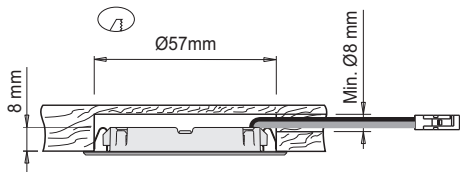

Fig 1
- To flush mount the device, bore a  $\varnothing$  57mm hole 8mm deep on the installation surface and then, if necessary, bore a  $\varnothing$  8mm exit hole for the power supply cable as illustrated in figure 1.
- Für den Einbau der Leuchte eine Bohrung mit  $\varnothing$  57 mm und einer Tiefe von 8 mm auf der Montagefläche ausführen und ggf. für den Austritt des Netzkabels eine Bohrung mit  $\varnothing$  8 mm ausbilden (Abb. 1).